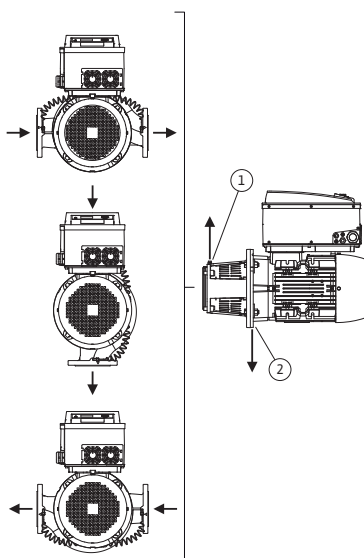
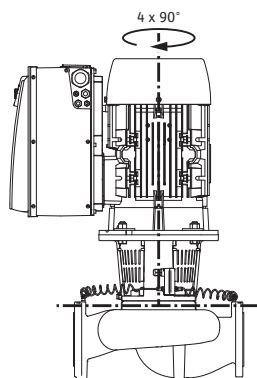

Fig. 18: Poziții de montare admise la arborele motor dispus orizontal
Fig. 19: Poziții de montare admise la arborele motor dispus vertical
Pozițiile de montare admise la arborele motor dispus orizontal și la modulul electronic orientat în sus (0°) sunt reprezentate în Fig. 18. Nu sunt ilustrate pozițiile de montare admise la modulul electronic montat în lateral ($\pm 90^\circ$). Este permisă orice poziție de montare cu excepția celei în care „modulul electronic este orientat în jos” (-180°). Dezaerarea pompei este garantată numai atunci când supapa de dezaerare este orientată în sus (Fig. 18, poz. 1). Numai în această poziție (0°), condensul rezultat poate fi evacuat orientat, prin orificiul existent, piesa intermediară a pompei, precum și prin motor (Fig. 18, poz. 2). Pentru aceasta se scot dopurile de la flanșa motorului.
- Supapa de dezaerare de pe piesa intermediară (Fig. 6, poz. 1.31) trebuie orientată întotdeauna în sus, la axul motorului dispus orizontal (Fig. 6a: și Fig. 6b:). La arborele motor dispus vertical este admisă orice orientare. A se vedea în acest sens și Fig. 18: „Poziții de montare admise la arborele motor dispus orizontal” la pagina 24 resp. Fig. 19: „Poziții de montare admise la arborele motor dispus vertical” la pagina 25.
- Dacă arborele motorului este montat orizontal, poziția orificiului de condens trebuie să fie obligatoriu în jos (Fig. 18, poz. 2). La nevoie, motorul trebuie rotit corespunzător.